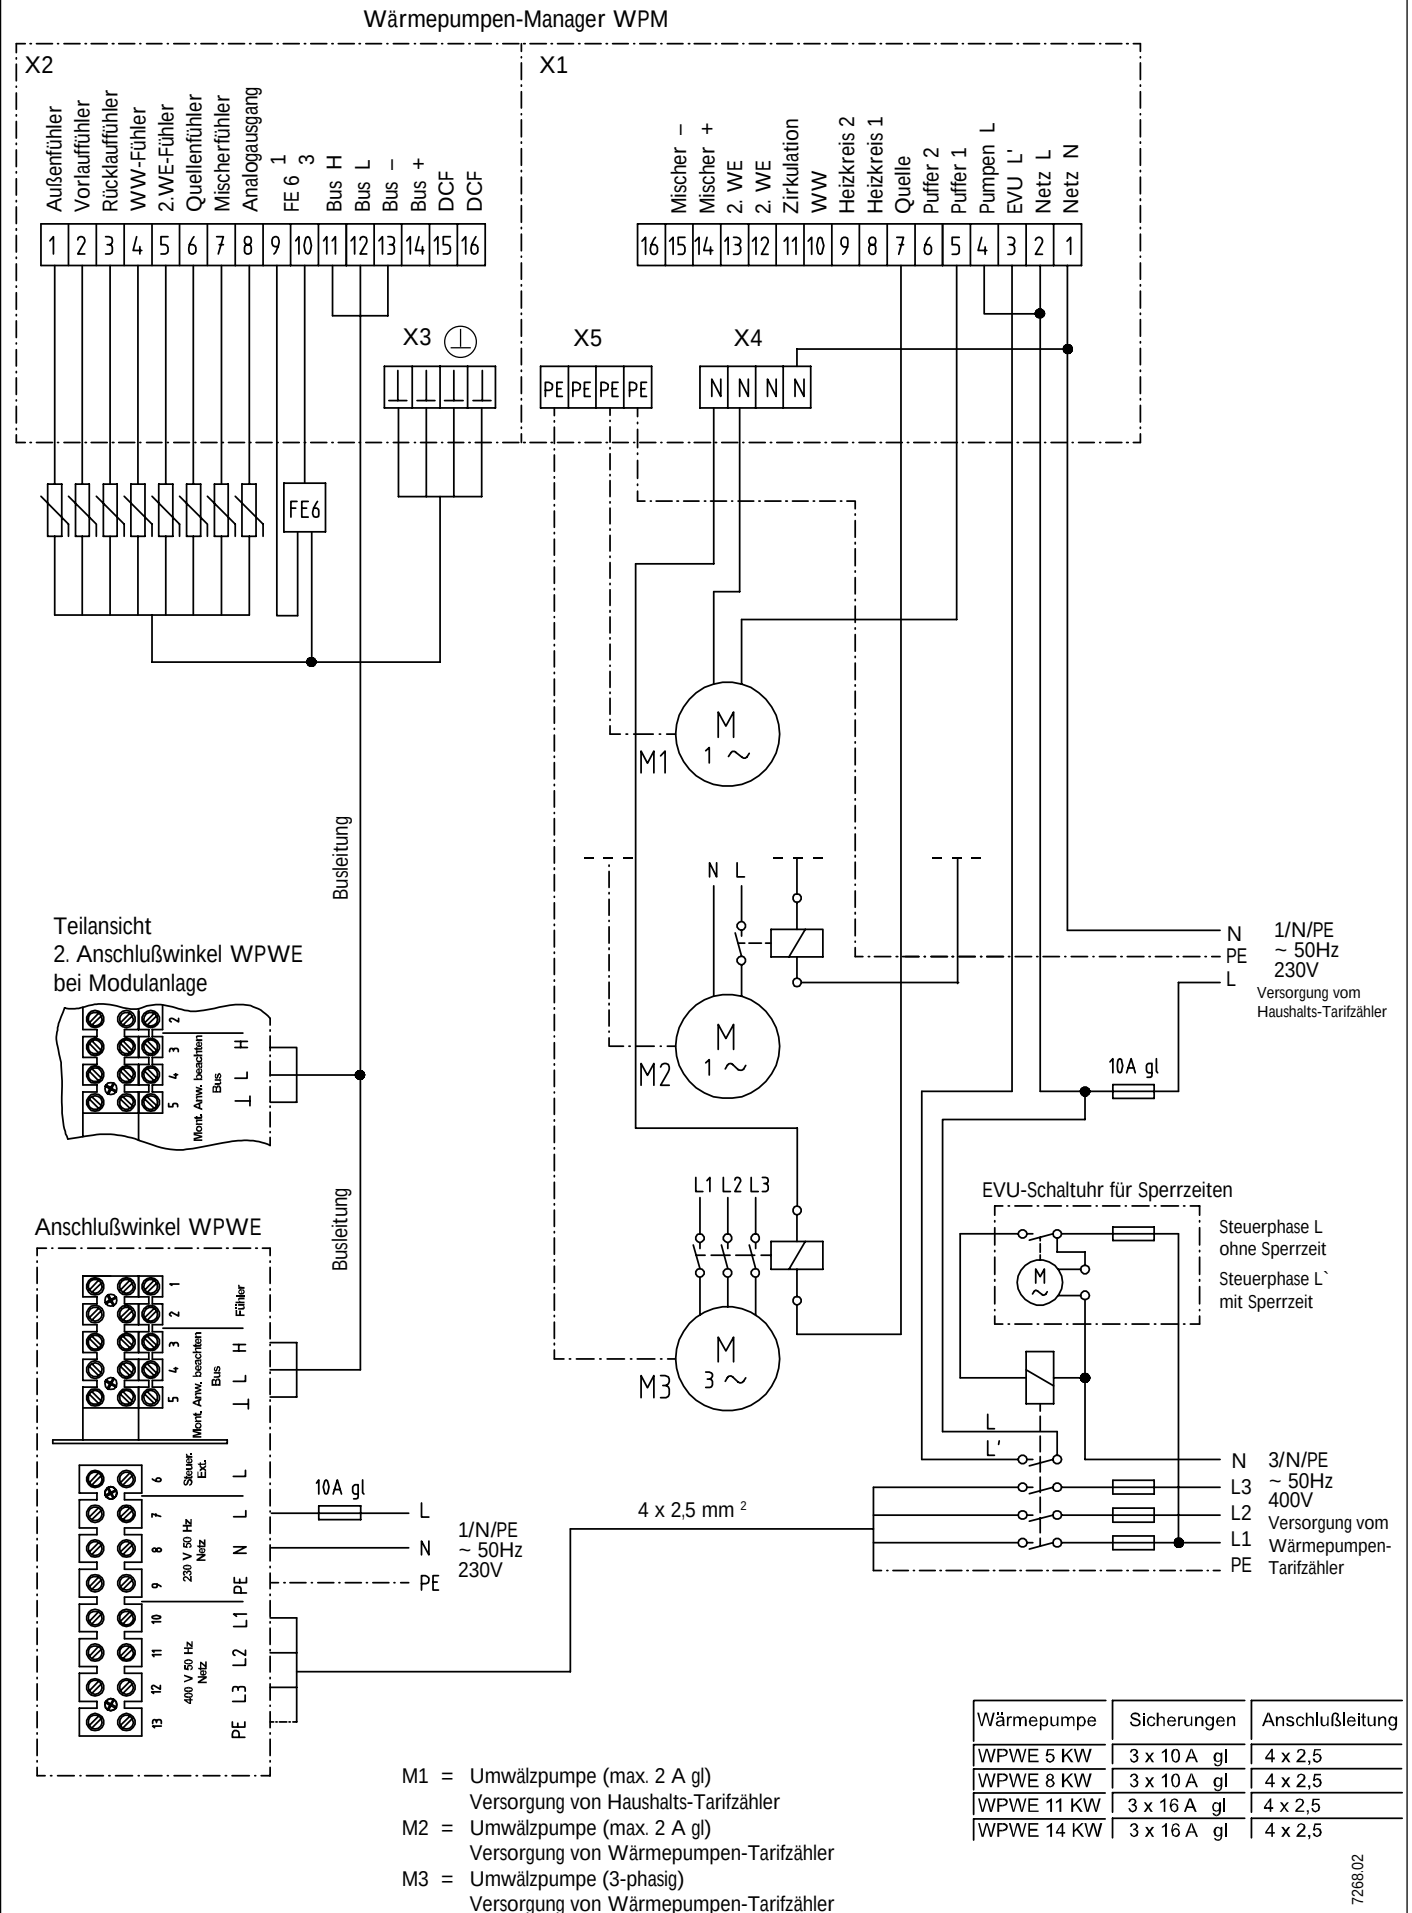

Abb. 18
5.4 Die Umwälzpumpen für die Wärmequellen- und Wärmenutzungsseite sind entsprechend dem Elektro-Anschlußplan (Abb. 18) bzw. den Planungsunterlagen anzuschließen.
Bei Modulbauweise müssen die einzelnen Wärmepumpen über die Klemme Bus 3,4,5 verbunden werden. Achten Sie darauf, daß sowohl am WPM als auch an der Wärmepumpe High, Low und Ground richtig angeschlossen werden (siehe Abb. 18).